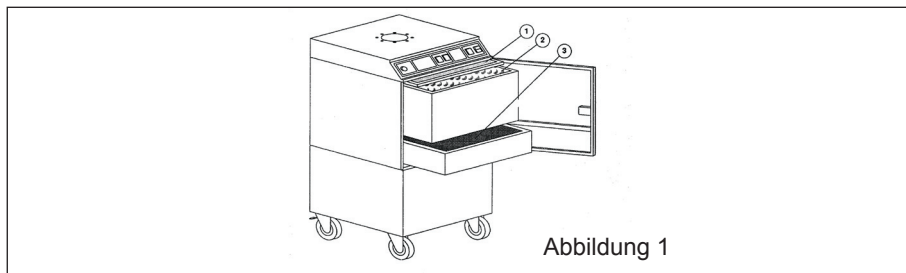

Abbildung 1
Die schadstoffhaltige Luft wird von der Absaughaube erfasst und gelangt über den Absaugarm zum Filtergerät. Hier werden in einem Vorfiltereinschub (1) mit auswechselbarer Vorfiltermatte zunächst die groben Partikel zurückgehalten. Der nachfolgende Hauptfilter (2) scheidet auch die sehr feinen Rauchpartikel mit einem Wirkungsgrad von mehr als 99 % ab. Bei Geräten mit Aktivkohlefilter (3) werden in einer weiteren Filterstufe auch die gasförmigen Schadstoffe adsorbiert. Die so gereinigte Luft wird von dem, im unteren Teil des Gerätes befindlichen, Ventilator angesaugt und in den Arbeitsraum zurückgegeben (siehe Abbildung 1).